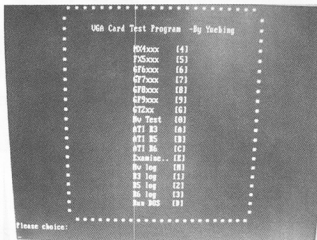

图 5-11 测试程序
(3) 再次通电, 显卡可以顺利过 2b, 有显示了。选择进 DOS, 进入显卡测试程序选择的界面, 如图 5-11 所示。